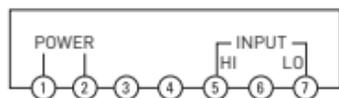

Рис. 7 - Обозначение клемм для приборов размером 72x72
- Приборы имеют независимое питание AC 230V±10%, для подключения которого служат зажимы 1 и 2 (рис. 7, 8).